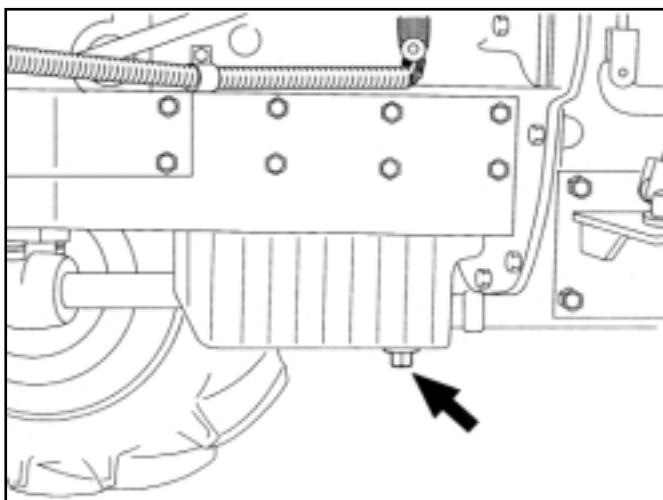

FIG. 98 / ABB. 98 / FIG. 98
1. Quand le tracteur est sur un sol plat, placez un récipient sous le carter du moteur et enlevez le bouchon (Fig. 98).
1. Den Traktor auf ebenem Untergrund abstellen. Eine Wanne unter die Ölwanne des Motors plazieren und die Ablaßschrauben aus der Ölwanne herausdrehen (Abb. 98).
1. Zet de aftappan onder het oliereservoir, en verwijder de aftapdop (FIG. 98) van het reservoir (de tractor moet op een vlakke ondergrond staan!).